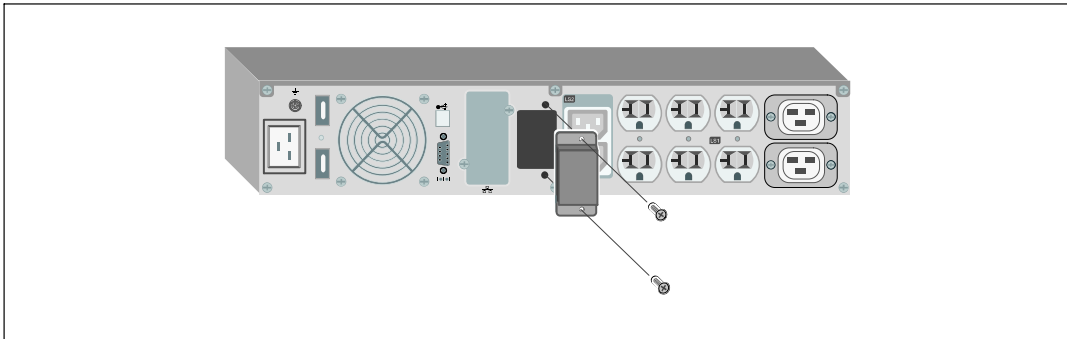

Figure 26. Retrait du Couvercle du Connecteur des Batteries
- 1 Retirez le couvercle du connecteur des batteries du panneau arrière comme montré sur la Figure 26. Retenez le couvercle et les vis.